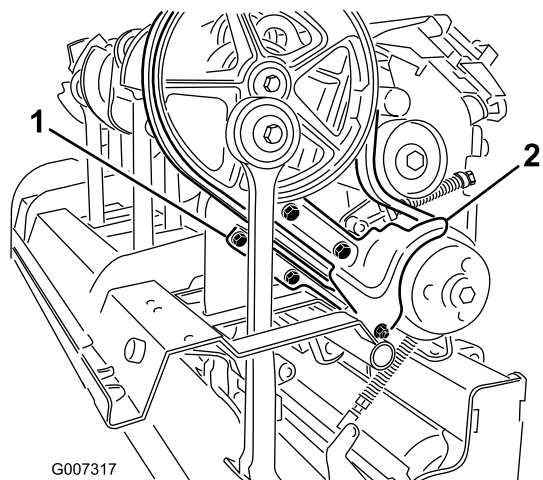

Figura 36
3. Retire os fixadores que prendem a proteção contra sujeidade e a proteção da correia inferior (Figura 36). Retire a proteção contra sujeidade e a proteção da correia inferior.